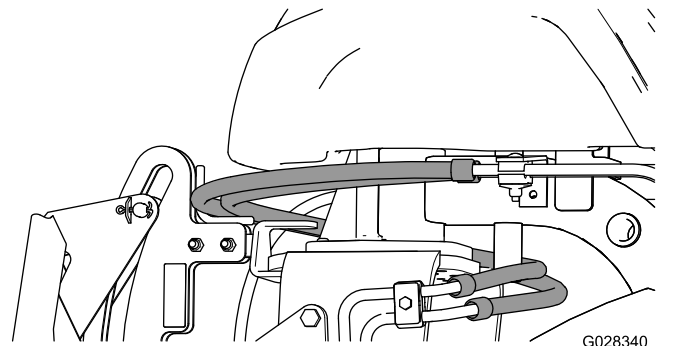

图 16
**重要事项** 如图 16 所示确保将现有软管布置在导向架上方。